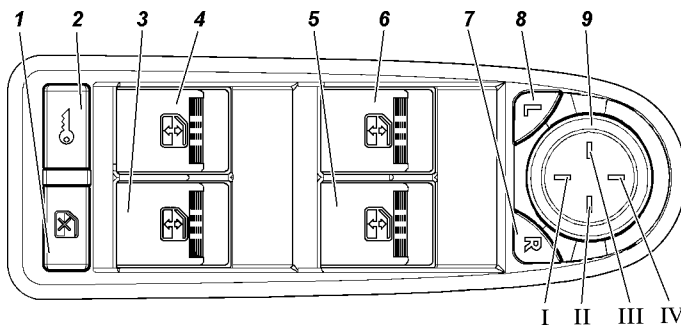

Рис. 3.11. Модуль переключателей двери водителя с мультиплексным управлением:
Система может быть переведена в режим быстрой разблокировки двери водителя, когда при однократном нажатии на кнопку 2 ПДУ или повороте ключа в замочной скважине водительской двери происходит только разблокировка двери водителя, а при повторном нажатии на кнопку 2 ПДУ или кнопку 2 (рис. 3.11) МДВ - разблокировка остальных боковых дверей и двери задка.
- нажать выключатель 2 (рис. 3.11) МДВ. Каждое нажатие производит блокировку или разблокировку замков.
Управление положением стекла производится выключателями, расположенными на подлокотниках соответствующих дверей автомобиля. На подлокотнике двери водителя выключателями 3,4,5,6 (рис. 3.11), осуществляется управление перемещением положения стекол боковых дверей.
Управление электроприводом левого и правого наружных зеркал производится единым переключателем 9 (рис. 3.11), расположенным на МДВ. Выбор подлежащего регулировке по командам от переключателя зеркала производится одним из выключателей 7 или 8 МДВ - кнопок выбора зеркала. Одновременная регулировка положения левого и правого зеркал невозможна.